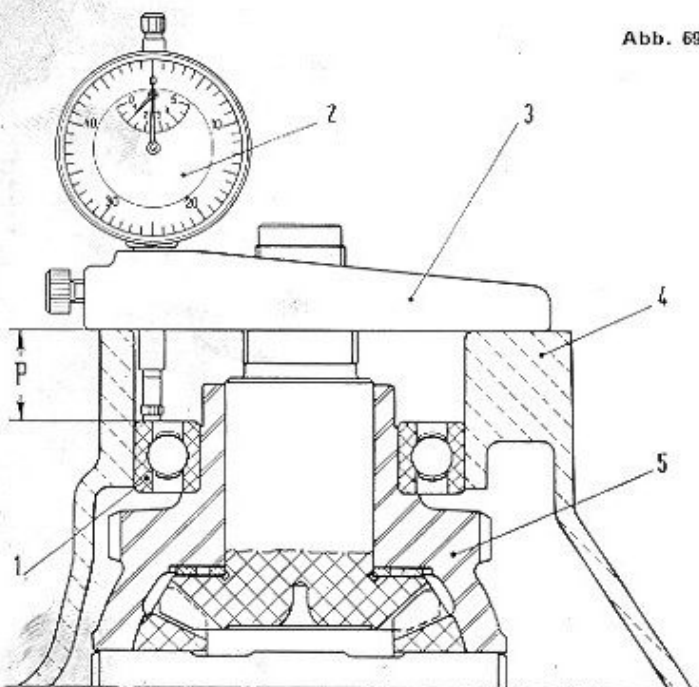
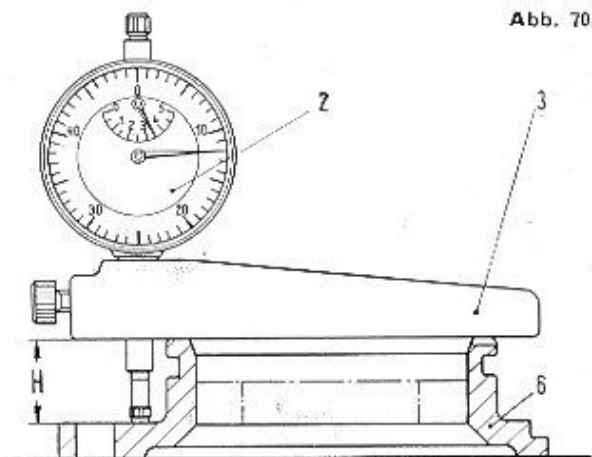

Abb. 69.
Abb. 70.
Abb. 69 und 70 - Schematische Darstellung des Messverfahrens für die Stärke der Einstellringe des Differentiallagers.
Lagerring (1, Abb. 69) und dem Deckel (6, Abb. 70); die Gesamtstärke dieser Ringe bestimmt man auf die folgende Weise:
— Dann nimmt man das Werkzeug A. 95654 mit der Messuhr und bringt den Fühler in Berührung mit dem äusseren Lagerring (1) und stellt die Messuhr auf Null (Abb. 69).
— Die auf Null eingestellte Messuhr mit Halter wird auf den Haltecover aufgesetzt (Abb. 70) und zwar derart, dass der Taststift der Messuhr die Deckelaufgabe berührt. Der jetzt von der Messuhr angezeigte Wert entspricht der Differenz zwischen dem Wert P und dem Wert H.